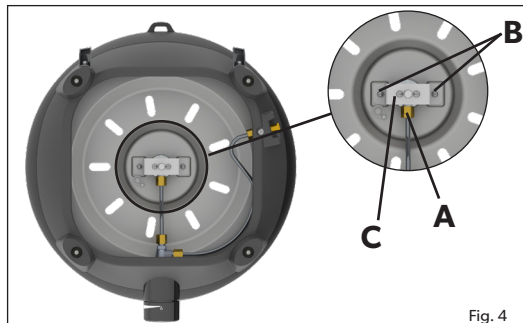
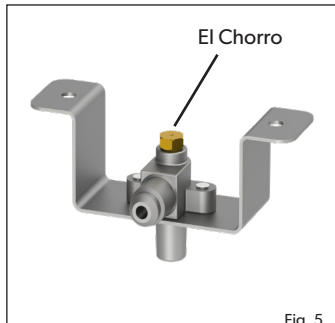

Fig. 4
Fig. 5
- Recomendamos limpiar o reemplazar la boquilla de chorro cada seis (6) meses para asegurar un funcionamiento continuo y eficiente de su electrodoméstico.
- Si el orificio en el chorro se obstruye, esto puede resultar en una llama pequeña o ninguna llama en absoluto. No intente limpiar el surtidor con un afilerador u otro dispositivo similar, ya que esto puede dañar el orificio, lo que podría hacer que el aparato no sea seguro. Para quitar el chorro, quite todas las superficies sueltas de su electrodoméstico y dé vuelta la unidad base. Con una llave adecuada, afloje la tuerca (A) (Fig. 4). Desatornillar los 2 tornillos (B) (Fig. 4). Retire el soporte (C) para exponer el chorro. (Fig. 5). Quitar el surtidor con una llave adecuada. No use alicates en el surtidor, ya que esto puede dañar el surtidor, haciéndolo inutilizable o imposible de quitar. Atornille el chorro nuevo en la válvula. No apriete demasiado ya que esto puede dañar el jet.